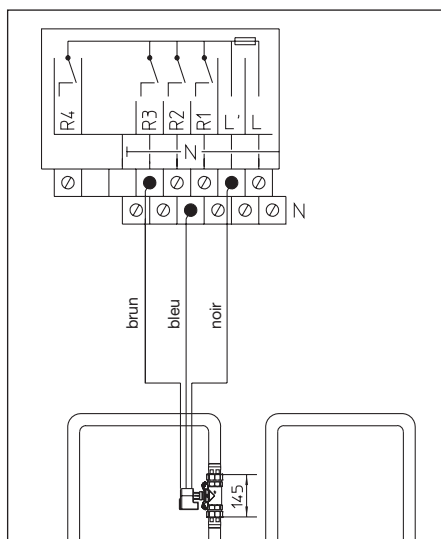

Fig. 6.2 Câblage au régulateur «Regtronic RQ»
- Raccorder le câble brun du moteur au relais R3 du régulateur, le câble noir à la phase (L') du régulateur protégée par fusible et le câble bleu au conducteur neutre – borne commune (N) du régulateur (voir fig. 6.2).